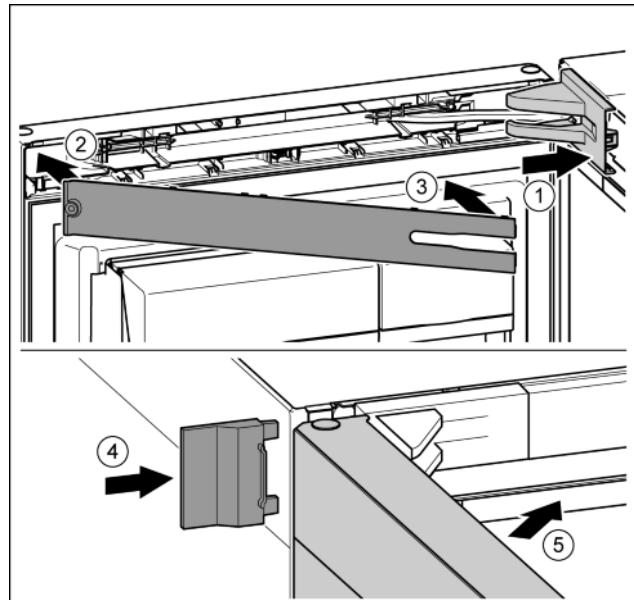

Fig. 23
► Stavite pokrov podloška ležaja i pustite ga da uskoči, po potrebi ga oprezno razdvojite. Fig. 23 (1)
► Stavite masku. Fig. 23 (2)
► Zakrenite masku i pustite da uskoči. Fig. 23 (3)
► Nataknite vanjski pokrov. Fig. 23 (4)
► Zatvorite gornja vrata. Fig. 23 (5)